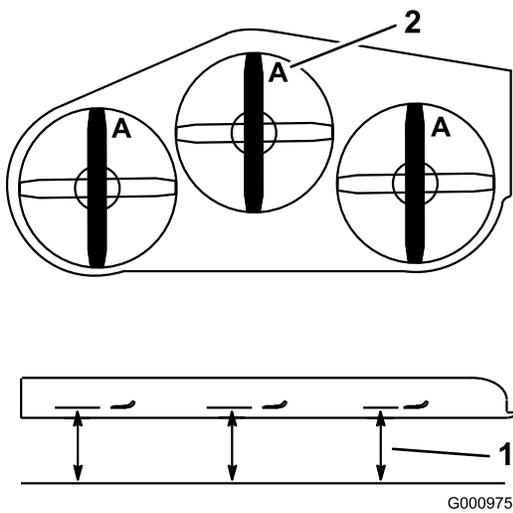

Figure 96
3. Placez la machine sur une surface plane, tournez une lame dans le sens longitudinal. Mesurez au point **A** et entre la surface plane et le bord coupant des pointes des lames (Figure 96).